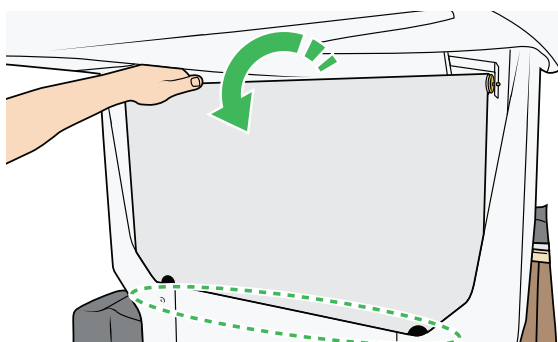

Figure 6
6. Fixez le rideau : Enroulez le rideau pour lui laisser un peu de mou. Maintenez le rideau et décrochez la barre, derrière le cache intérieur. Voir Figure 6